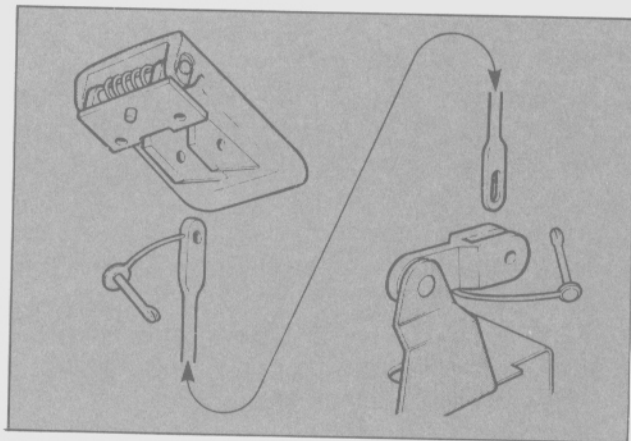

Fig. 29 - Pasadores de retención de la varilla de accionamiento.
- Desconectar la varilla de accionamiento extra- yendo previamente el pasador de retención (Fig. 29). Retirar el mecanismo.